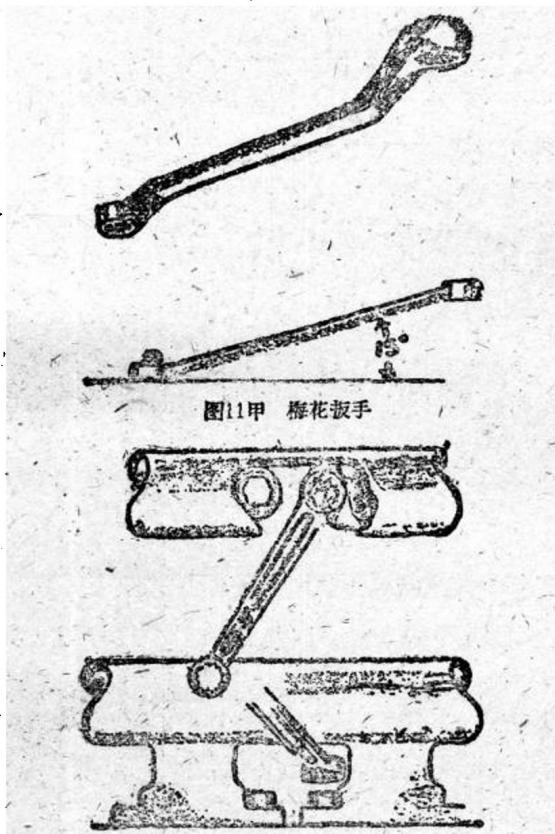

图11乙 星形扳手的运用
②梅花扳手：梅花扳手的用途和开口扳手是一样的，所不同的是扳手两端是套筒式，工作时不易滑脱（如图11甲）；其套筒内一般有十二个缺口，因此便于拆装位置受限制的螺絲（如图11乙）。
③套筒扳手：它和梅花扳手有些相似，不同的仅是套筒可以拆下，用时可以根据需要装配各种不同尺寸的套筒。